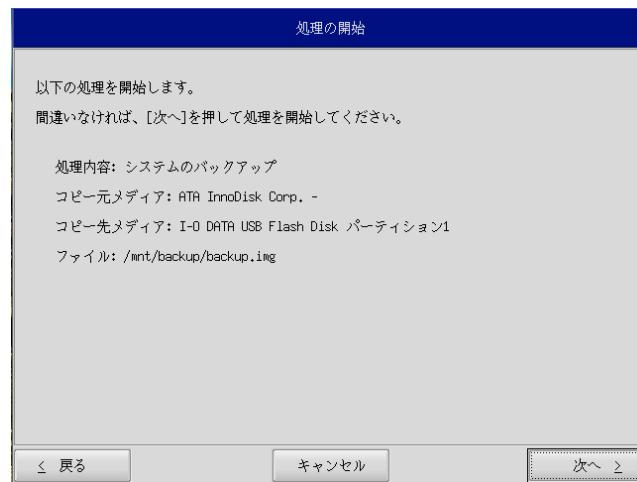

図 5-3-5. 確認画面
⑧ 確認画面（図 5-3-5）が表示されます。メディア、パーティション、保存ファイルを確認します。